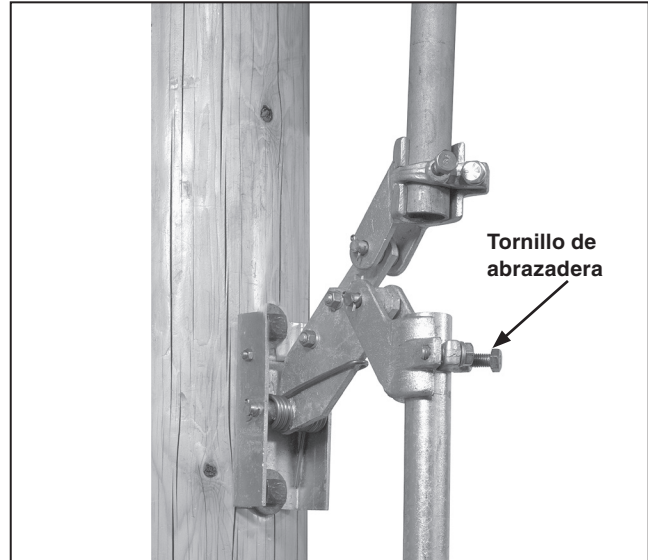

Figura 33. Aplicar par de apriete en el tornillo de abrazadera en el acoplamiento de la guía de la varilla (o la palanca de operación del interruptor) más baja.
PASO 31. Si aún hay holgura, repita el procedimiento en el Paso 27, pero mueva la palanca de operación *más* de 20 grados en la dirección de apertura antes de aplicar fuerza de torsión al tornillo de abrazadera en el acoplamiento de la guía de la varilla (o palanca impulsora del interruptor) más baja. Vea la Figura 33.